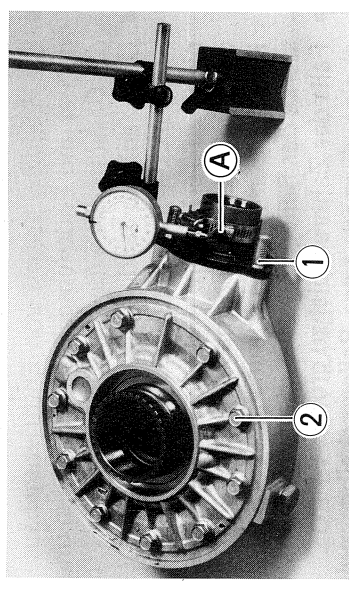

Abb. 8-31
- A) Das Zahnradspielmeßwerkzeug auf die Antriebskegelradverbindung montieren und eine Meßuhr anbringen, wie in Abb. 8-31 gezeigt.